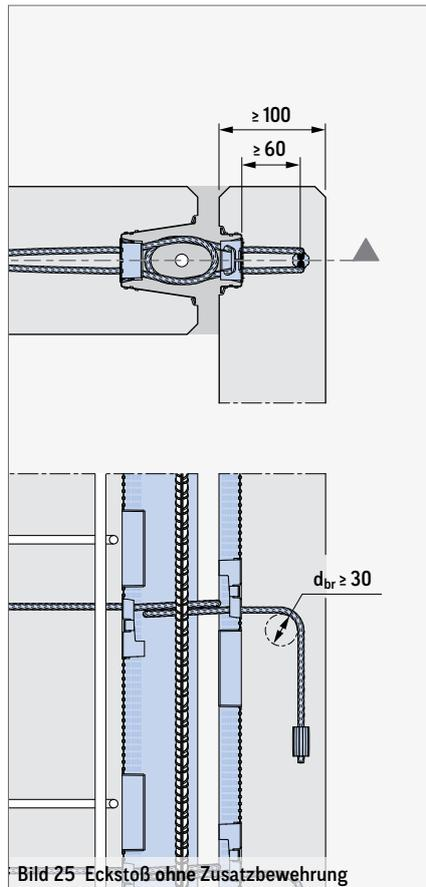
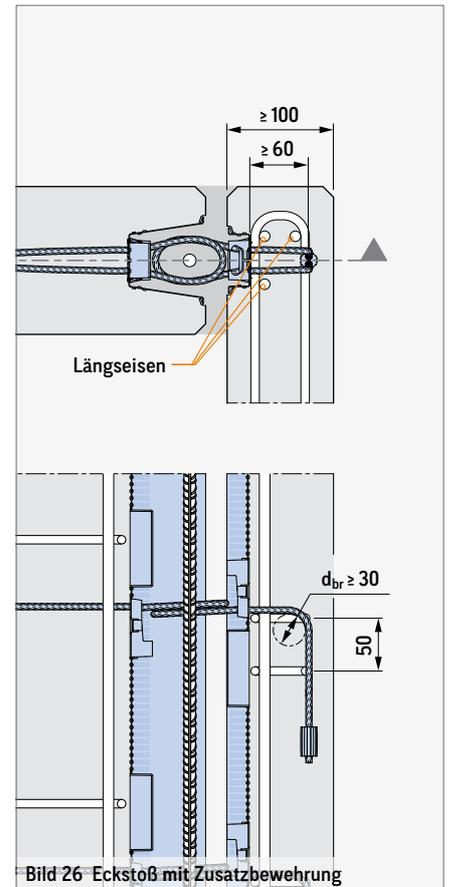

Bild 25 Eckstoß ohne Zusatzbewehrung
Bild 26 Eckstoß mit Zusatzbewehrung
② () Klammerwerte gelten für die Festigkeitsklasse C25/30. Ausnahme siehe Bild 25 und 26
Wird die Verankerung der Seilschleife abgewinkelt (siehe Bild 25 und 26), ist darauf zu achten, dass die horizontale Verankerung ≥ 60 mm beträgt. Je nach Planungssituation ist hierbei ggf. eine zusätzliche Bewehrung gemäß Bild 26 vorzusehen.
Wird ein Eckstoß ohne Zusatzbewehrung (Bild 25) für die abgewinkelte Endverankerung ausgeführt, sind die Bemessungswerte für die Querkraft parallel zur Fuge $v_{Rd,II}$ und die Zugkraft $Z_{Rd,N}$ auf 70 % zu reduzieren (Seite 13).